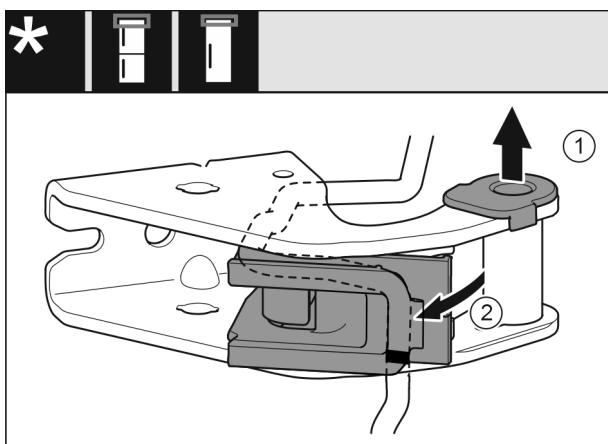

Fig. 26
- Ležajno dozo povlecite iz vodila. Fig. 26 (1)
- Držalo kabla obrnite navzven. Fig. 26 (2)